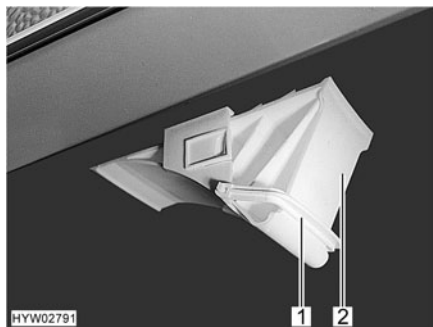

Fig. 16 Cuña de calzo
- Girar hacia abajo el estribo de sujeción (Fig. 16,1).
- Extraer la cuña de calzo (Fig. 16,2) de su soporte.